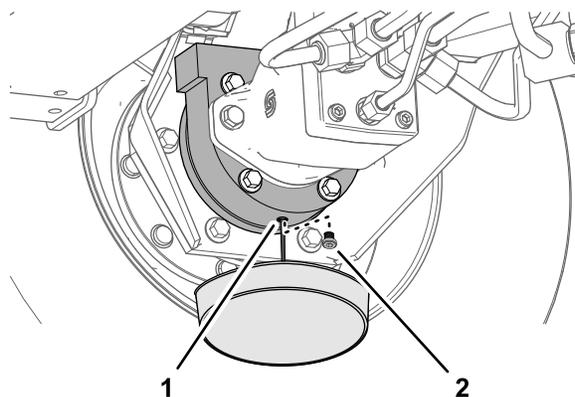

Рисунок 106
6. Подставьте сливной поддон под корпус тормоза, снимите пробку сливного отверстия и дайте маслу полностью стечь (Рисунок 106).